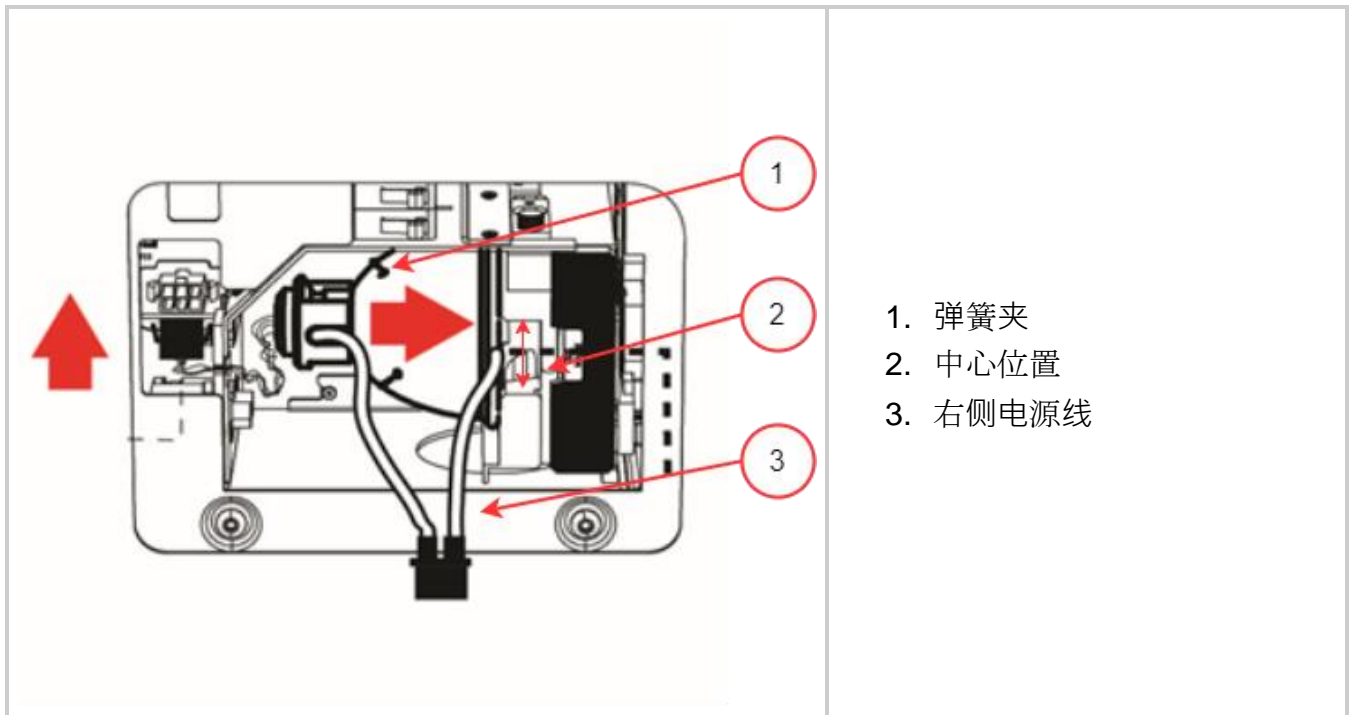

图 3-5 灯安装方向-2
3. 调整或旋转灯，确保右侧电源线不会接触灯座的任何部分。右侧电源线应在图 3-5 所示的灯座开孔内居中。